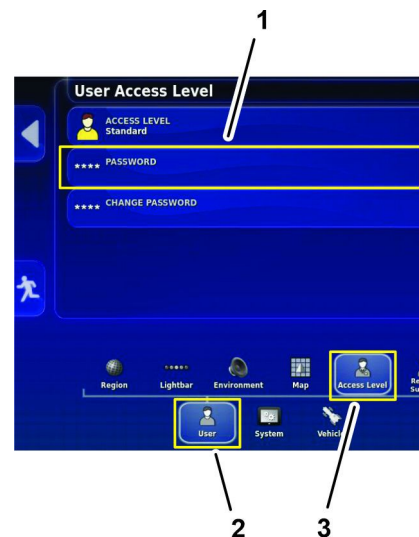

Figura 124
4. En la pantalla de configuración, pulse el icono USUARIO y el icono NIVEL DE ACCESO (Figura 124).
5. Pulse el icono CONTRASEÑA (Figura 124).